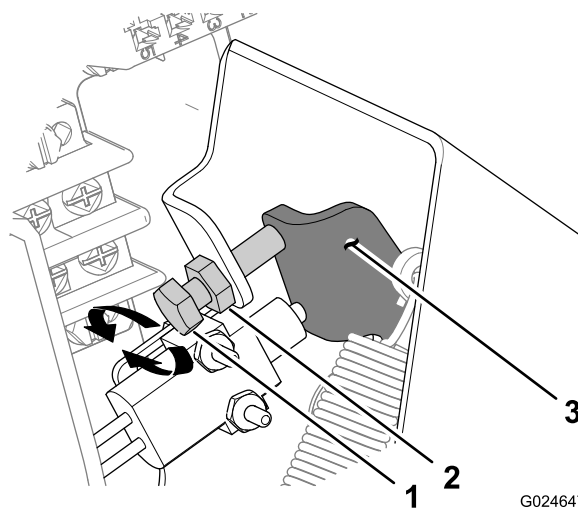

Figura 44
- A. Desaperte a porca de bloqueio que prende o batente do pedal do acelerador (Figura 44).
- No sentido dos ponteiros do relógio para aumentar o curso (Figura 44).
- No sentido contrário ao dos ponteiros do relógio para diminuir o curso (Figura 44).
- C. Aperte a porca de bloqueio (Figura 44).
- D. Repita os passos 1 a 4 para medir o curso livre do pedal (Figura 44).